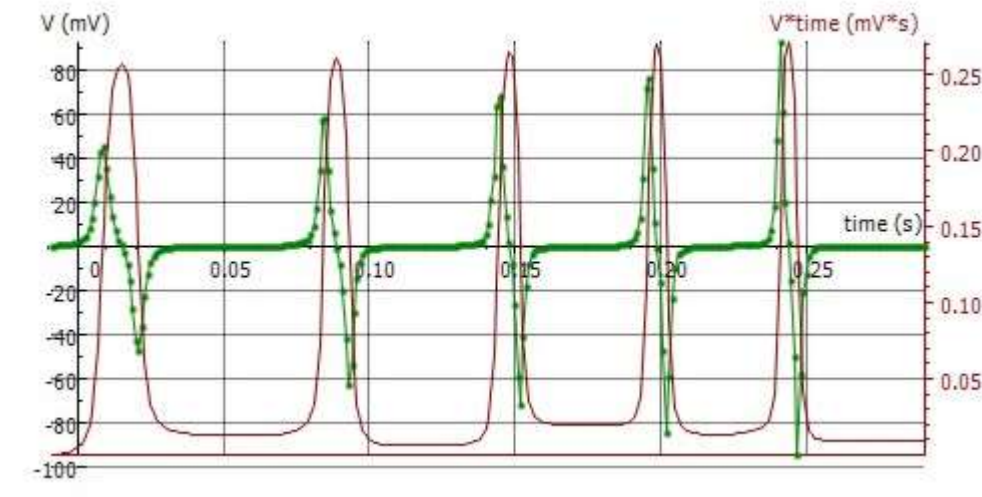

Fig. 3: Andamenti temporali della tensione indotta U e del flusso magnetico Φ
Nell'esperimento, un magnete permanente cade attraverso un tubo con sei bobine d'induzione con caratteristiche costruttive identiche collegate in serie. Viene registrato l'andamento cronologico della tensione indotta (curva verde in Fig. 3), la cui ampiezza aumenta sempre più con il moto progressivo del magnete da una bobina all'altra, in quanto la velocità del magnete aumenta sempre più.
La curva verde in Fig. 3 mostra l'andamento della tensione registrato.
Nel diagramma, nella finestra "Integrale" è rappresentata la grandezza " $V*t$ " nell'unità " $mV*s$ " (curva viola in Fig. 3). In base all'equazione (2) essa corrisponde al flusso magnetico Φ .
Il flusso magnetico assumerà il valore minimo quando la tensione indotta torna a zero (Fig. 3), cioè quando il magnete raggiunge il centro della bobina. Le superfici su cui agiscono tutti i segnali di tensione positivi e negativi sono identiche di valore (vedi sopra) e corrispondono al flusso magnetico massimo Φ del magnete permanente all'interno di una singola bobina. Il flusso magnetico massimo raggiunge pertanto per tutte le bobine, nei limiti della precisione di misurazione, il medesimo valore $\Phi_{\max} \approx 250 \mu Vs$.